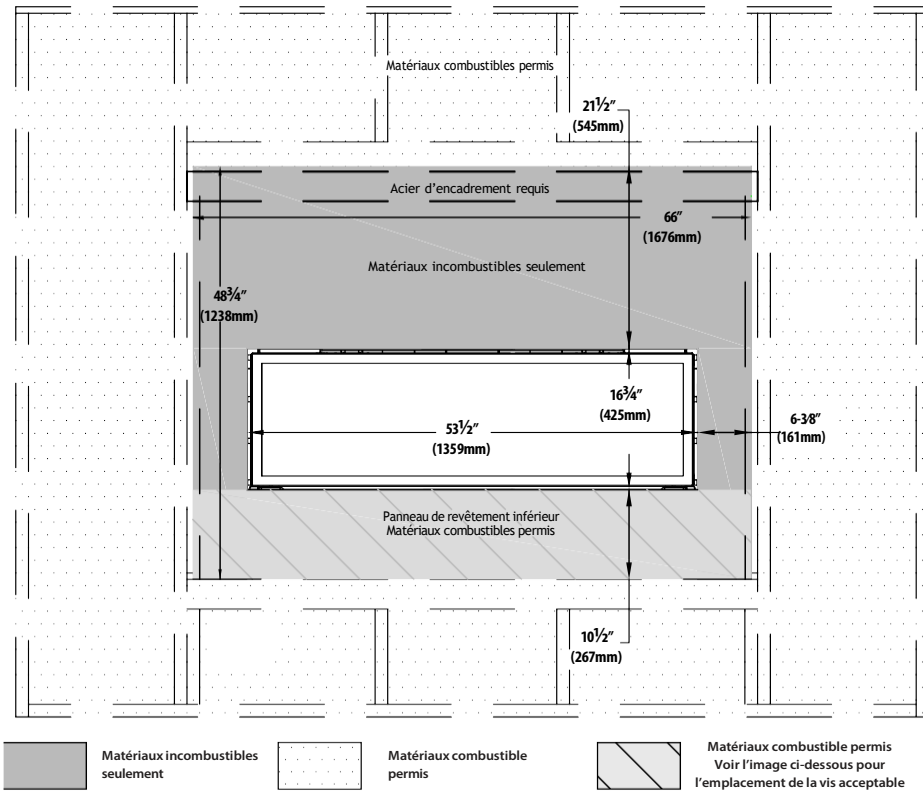
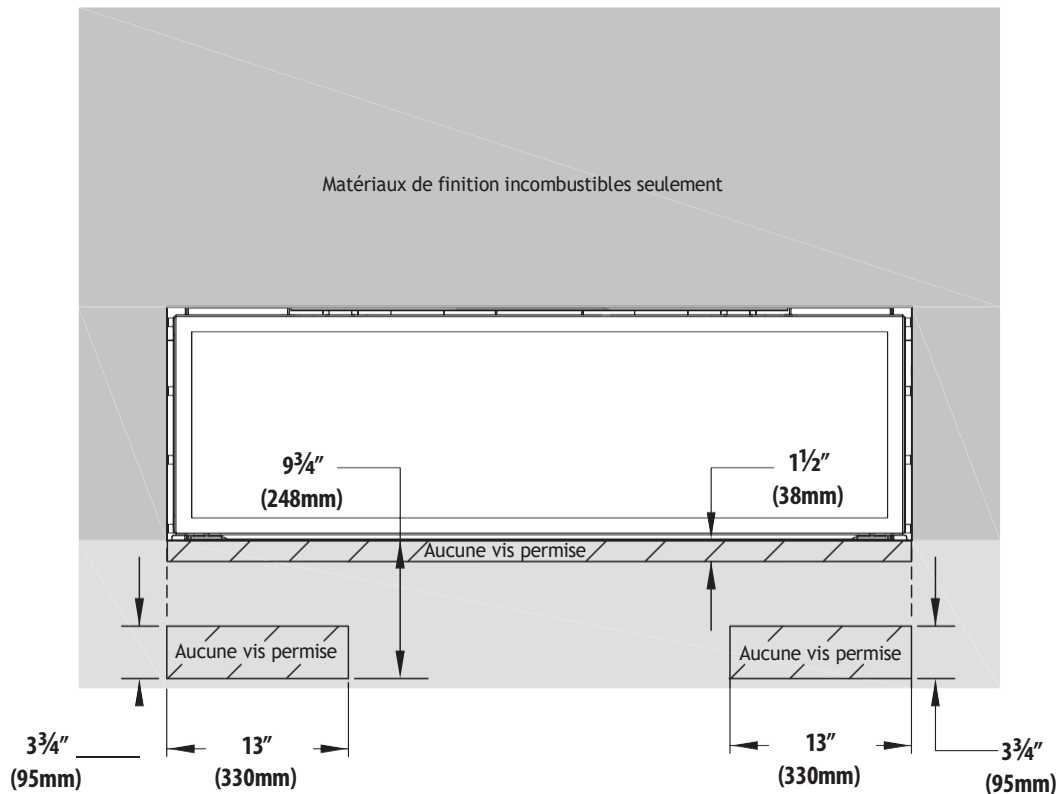

Figure 4.3, Dimensions minimums des matériaux incombustibles
Figure 4.4, Dimensions minimums des matériaux incombustibles emplacements de vis
incombustibles ayant 3/4 po (19 mm) d'épaisseur maximale. Voir les dimensions aux Figures 4.3 et 4.4.
3. N'utilisez aucune vis par dessus la zone d'encadrement du panneau inférieur, pour ne pas endommager de composants électriques ou de gaz situés derrière le panneau inférieur. Voir la Figure 4.4, page 20 (Dimensions minimums des matériaux de finition incombustibles), pour maintenir les dimensions exigées des zones incombustibles.
- Des matériaux incombustibles sont exigés au-dessus et aux côtés du foyer. Ce foyer est conçu pour loger des matériaux de façade incombustibles ayant 3/4 po (19 mm) d'épaisseur maximale. Voir la Figure 4.3 et 4.4 à la page 30.
- Ces matériaux combustibles sont installés par dessus tous les matériaux incombustibles exigés, tels que montrés à la Figure 4.3 et la Figure 4.4 (page 30).